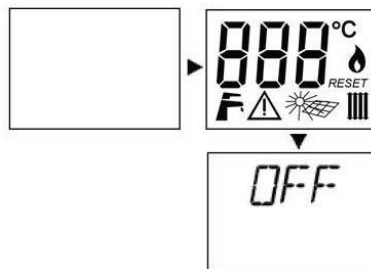

Рисунок 2.2
- На ЖК-дисплее последовательно отобразятся следующие символы, см. Рисунок 2.2.